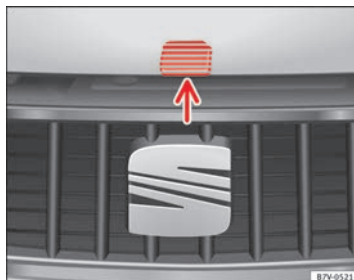

Fig. 170 Leva di sblocco per l'apertura del cofano del vano motore sulla griglia del radiatore.
- Sollevare il cofano del vano motore dalla leva di sblocco ⇒ **fig. 170** (freccia) e aprirlo completamente. Il cofano del vano motore rimane aperto grazie alle molle a gas.